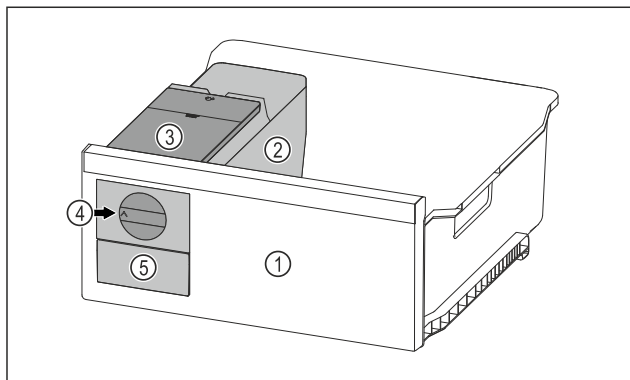

Fig. 96 Primjer izgleda
- Okrenite okretni gumb Fig. 96 (4) u smjeru kazaljki na satu do graničnika.
- Kockice leda padaju iz posude za kockice leda u ladicu za kockice leda Fig. 96 (5).